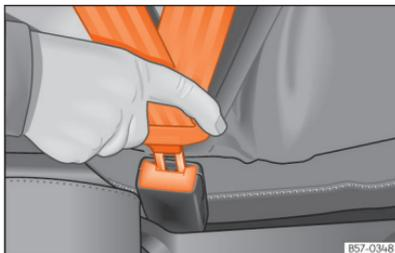

Fig. 22 Inserir a lingueta do cinto de segurança no fecho correspondente.
- Encaixe a lingueta no fecho do respetivo banco »» Fig. 22.